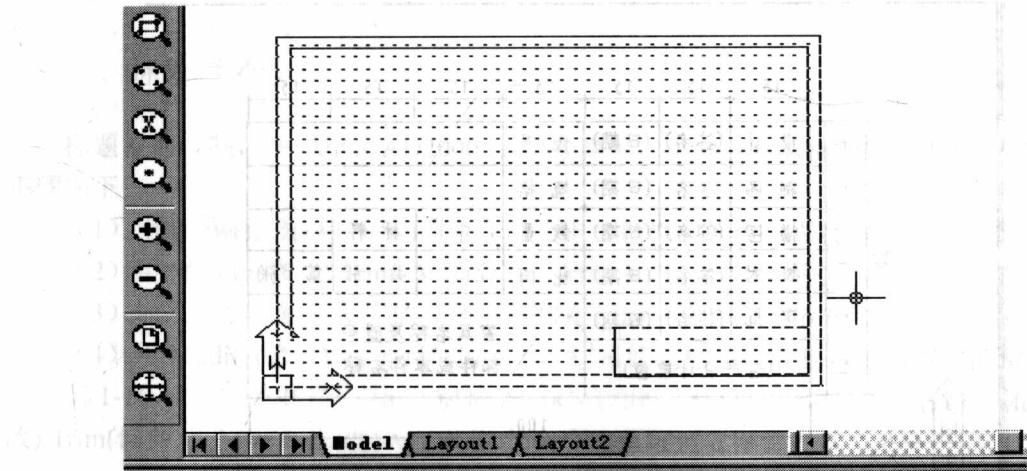

图 1-12 画标题栏
- (12) 画标题栏，完成整个 3 号图框，见图 1-12。